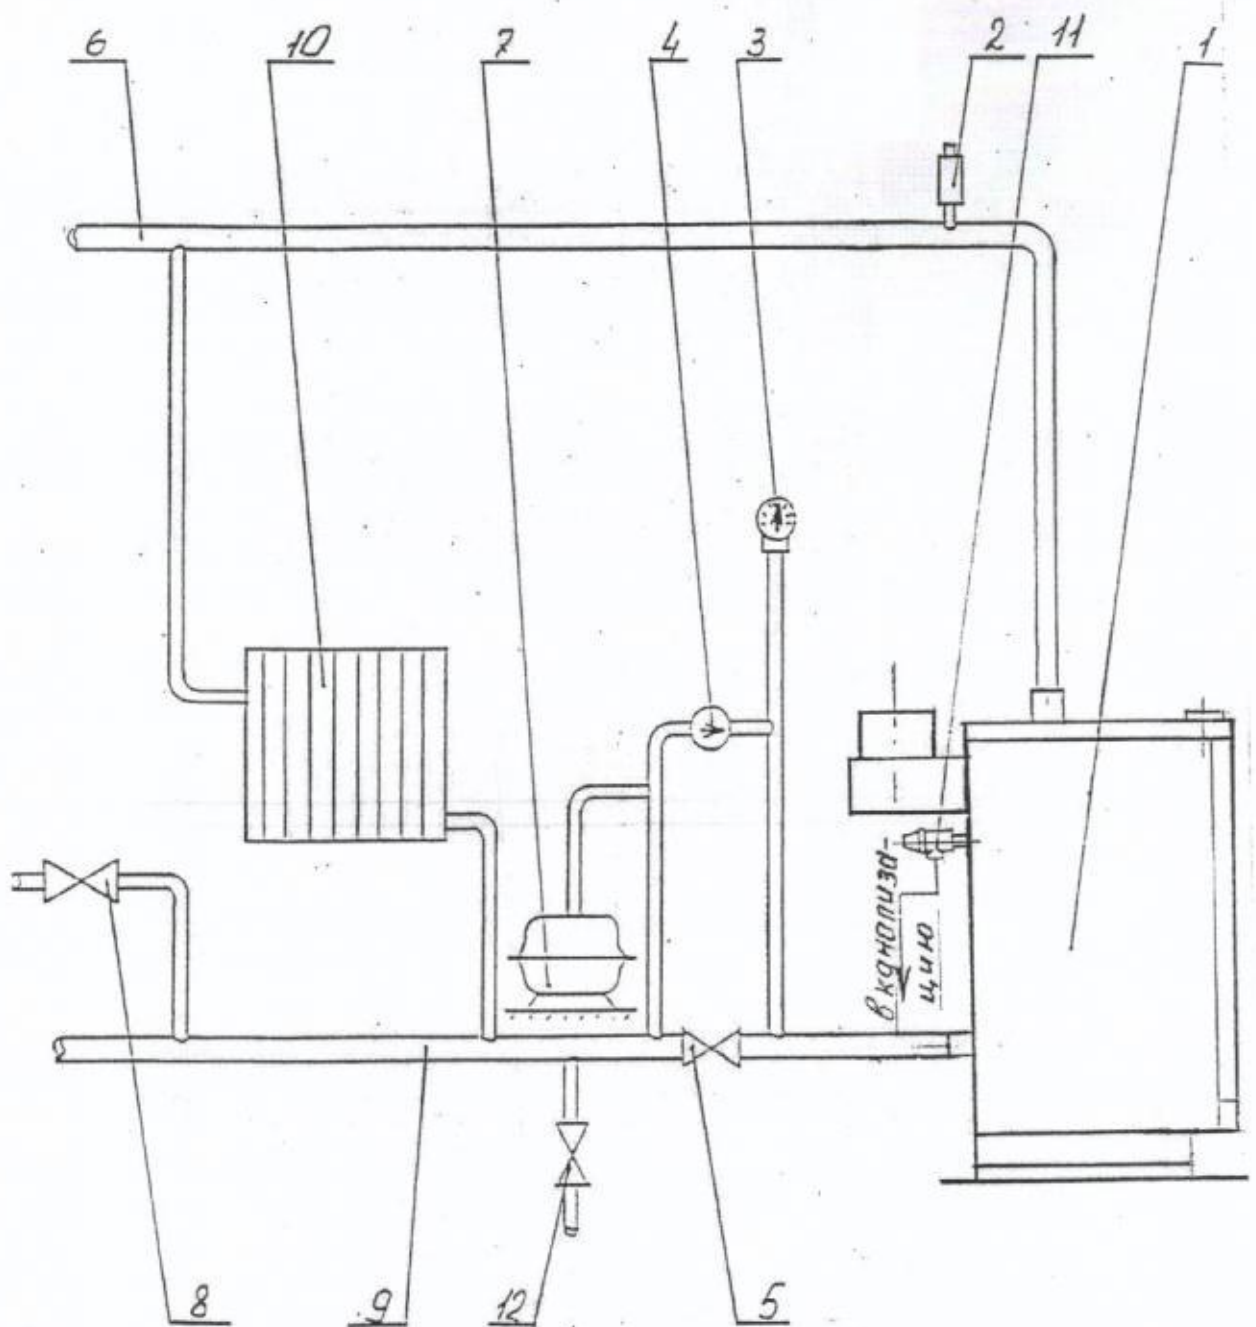

Рис. 4 Рекомендуемая схема разводки отопительной системы с принудительной циркуляцией воды.
5.3. Рекомендуемая схема системы отопления приведена на рис.4.